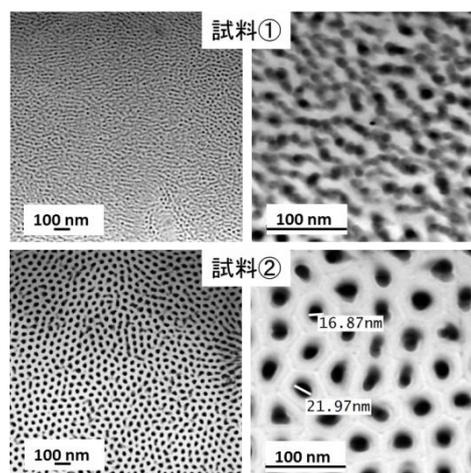

図3 皮膜横断面の暗視野 STEM 像
次に、アノード酸化皮膜の横断面について観察を行いました(**図3**)。試料②は、試料①と比較すると、一部崩れている箇所もありますが、規則的に孔が配列されていることが分かりました。また、倍率を上げて観察を行うと、試料②は、多角形状のセル構造をとり、孔径が 20nm 程度であることが確認できました。試料①は、試料②の孔径より小さく、孔が不規則に形成されていることが確認できました。